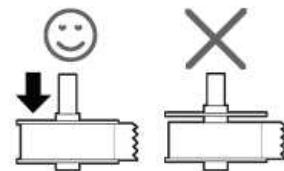

Рис. 6
- Направляющая катушки должна максимально плотно прилегать к рулону с этикетками. См. рис. 6
5. Наденьте направляющую катушки на шпиндель и прижмите его плотно к правой стороне рулона. **Не должно быть зазора между стенками катушки и рулоном!** См. рис. 6